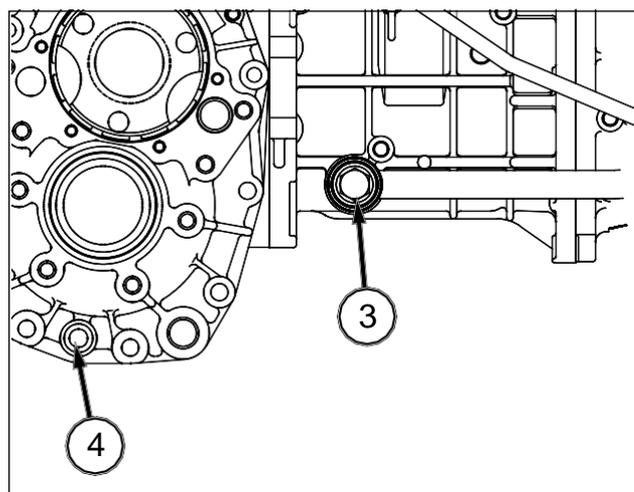

FIG. 95
FIG. 95: Para sustituir el aceite de transmisión - Retire el tapón de vaciado (3) y los tapones de vaciado (4) de cada eje. Vacíe completamente el aceite del cárter de transmisión.